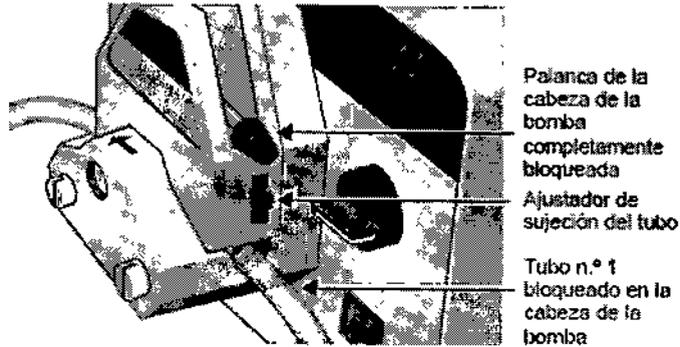

Fig 14. Palanca de la cabeza de la bomba en la posición de bloqueo completo
12. Mueva la palanca de la cabeza de la bomba *en el sentido de las agujas del reloj* hasta la posición de bloqueo completo (Fig. 13 y Fig. 14).
Una vez haya finalizado, asegúrese de que el tubo esté firmemente sujeto (Fig. 14), pero no pellizcado ni alineado incorrectamente (tal y como muestra el ejemplo de la Fig. 15).
**IMPORTANTE:** Las sujeciones de los tubos no suelen necesitar reajustes al cambiar el tubo, por lo que no es necesario mover los reguladores de sujeción de los tubos hacia *arriba* o hacia *abajo*. Los reguladores deberían permanecer en su sitio, a medio camino desde la parte superior (Fig. 14).